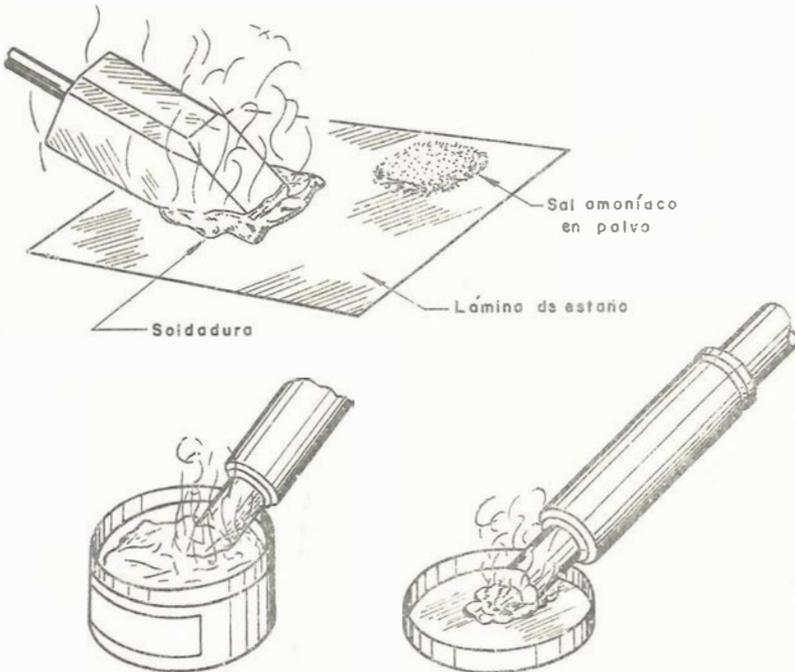

Fig. 8
- d ) Aplíquese soldadura de estaño sobre la muesca en la - sal amoníaco y sígase frotando suavemente el cautín. (Ver Fig.8).